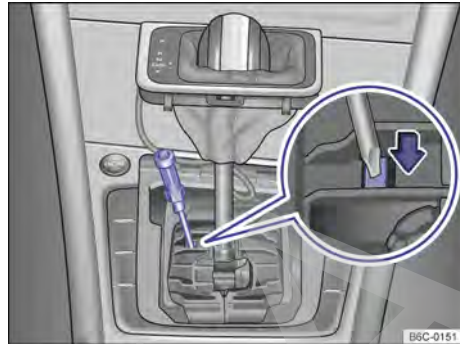

Fig. 97 Desinstalar la cubierta de la palanca selector y desbloquear el bloqueo de la palanca selector de emergencia.
- Con ayuda de un destornillador presionar cuidadosamente la palanca de desbloqueo en la dirección de la flecha y mantenerla en esa posición → fig. 97.